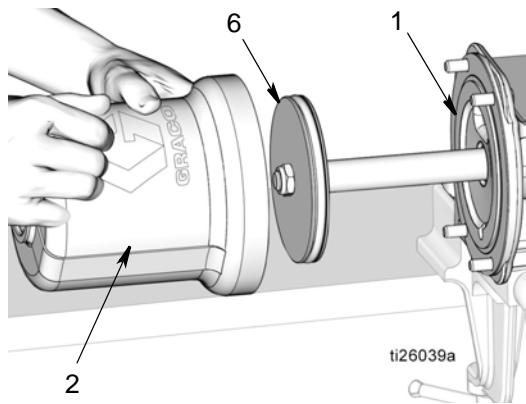

图 50
- 使用干净的布擦拭气缸 (2) 的内部，除去任何脏污或污染物。
- 在气缸 (2) 的内表面涂抹薄薄一层滑脂。滑动气缸 (2) 在活塞 (6) 上，完全向下推，直至其牢牢就位于泵底座 (1) 上。参见 图 50。